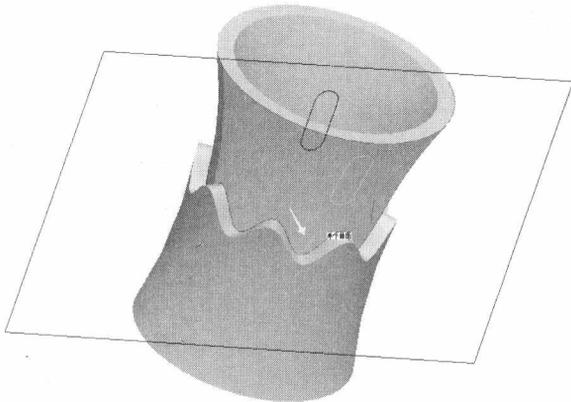

图1-18
- (1) 选中上一步中的投影链。
- (2) 选择菜单命令【编辑】/【投影】，选取投影曲面，如图 1-18 所示。
- (3) 单击鼠标中键完成投影操作。